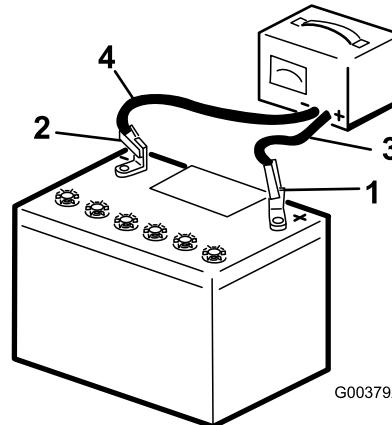

Bild 39
2. Laden Sie die Batterie für 10-15 Minuten mit 25 A bis 30 A oder 30 Minuten lang mit 4 A bis 6 A (Bild 39). Überladen Sie die Batterie nicht.
3. Wenn die Batterie voll geladen ist, ziehen Sie den Stecker des Ladegeräts aus der Dose. Klemmen Sie dann die Klemmen des Ladegeräts von den Batteriepolen ab (Bild 39).